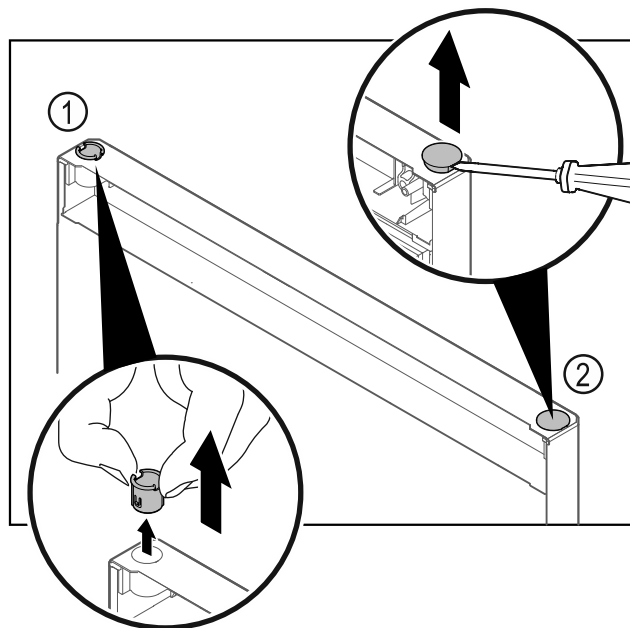

Fig. 28
- ▶ Τραβήξτε έξω την υποδοχή μεντεσέ Fig. 28 (1) με το δάχτυλο.
- ▶ Ανασηκώστε προσεκτικά την τάπα Fig. 28 (2) με ένα ίσιο κατασαβίδι και τραβήξτε την έξω.